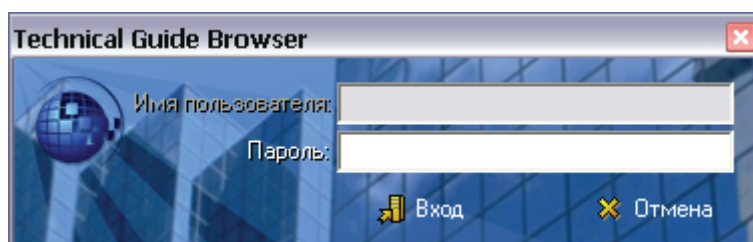

Рис. 3.114
2. Запустите файл утилиты *TGPubAccess.exe*. После этого откроется окно входа в утилиту (Рис. 3.114).